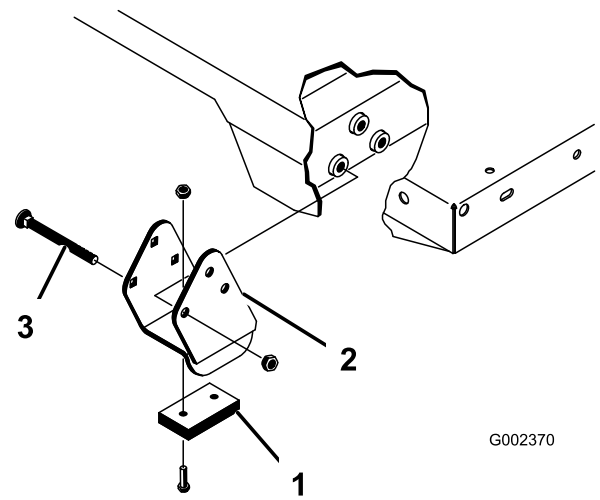

Bild 37
Hinweis: Stellen Sie sicher, dass die Distanzstücke und die Verschleißblöcke (Bild 37) so eingesetzt sind, dass die Köpfe der Schlossschrauben an der Innenseite der Maschine sind.
2. Setzen Sie die Pritsche vorsichtig auf den Fahrzeugrahmen. Richten Sie die hinteren Schwenkplattenlöcher der Pritsche mit den Löchern am hinteren Rahmenkanal aus und montieren Sie die zwei Lastösenbolzen und Klappstecker (Bild 37).
3. Befestigen Sie bei abgesenkter Pritsche jedes Ende der Zylinderstange mit einem Lastösenbolzen und einem Klappstecker an den entsprechenden Einschüben in den Befestigungsplatten der Pritsche. Setzen Sie den Lastösenbolzen von der Außenseite der Pritsche ein. Der Klappstecker sollte außen (Bild 37). Die hinteren Einschübe sind für die Montage der großen Pritsche und die vorderen Einschübe sind für die Montage der 2/3 Pritsche gedacht.